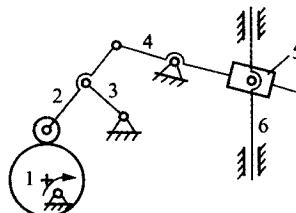

图 1-16 题 1.5.10 图
1.5.10 求出图 1-16 所示机构的自由度,用高副替代低副并拆分杆组。